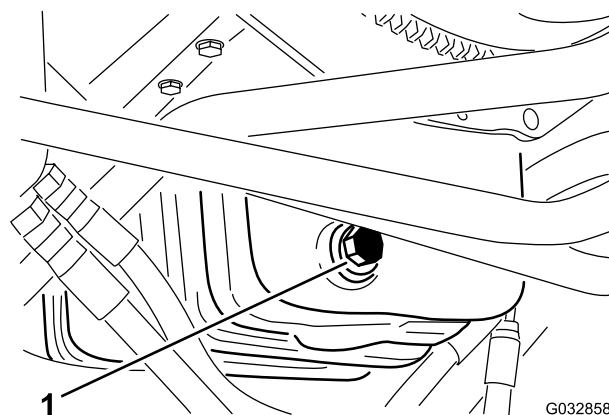

Figura 56
1. Retire el tapón de vaciado (Figura 56) y deje fluir el aceite a un recipiente apropiado.